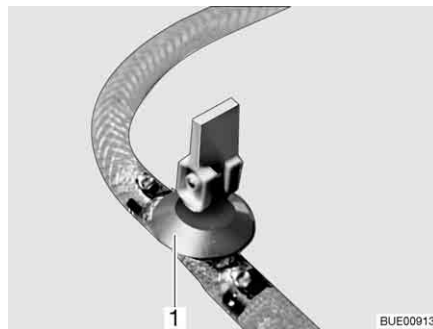
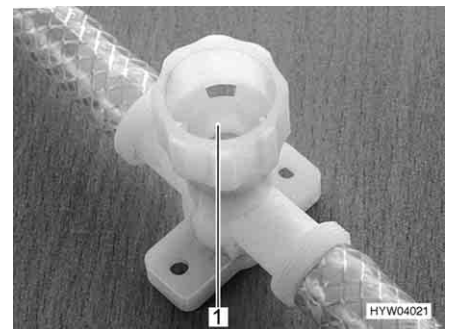

Fig. 237 Robinet de vidange (avec levier à bascule)
Fig. 238 Robinet de vidange (avec capuchon tournant)
- Ouvrir tous les robinets de vidange. Placer pour ce faire le levier à bascule (Fig. 237, 1) à la verticale ou faire tourner le capuchon du robinet de vidange (Fig. 238, 1) dans le sens inverse des aiguilles d'une montre.